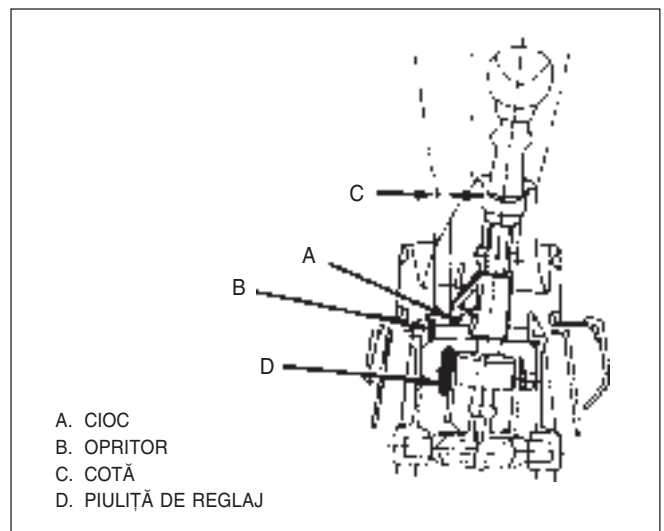

Fig. 13 Reglajul levierului schimbătorului de viteze
- Se rotește tija de c-dă până când se poate introduce în orificiul A un știft de  $\phi$  4,7mm până întră în orificiul corespondent din levierul intermediar (227).
- 5) Se demontează burduful (202) de pe consolă pt a se observa mecanismul comenzi schimbătorului de viteze.
- 6) Se plasează levierul de schimbare a vitezelor (203) în poziția treptelor 1-2, fiind încă la punctul mort.
- a. Cu levierul lângă opritor și săgeata în dreptul semnelui, se strânge șurubul clemei de fixare (210).
- c. După strângerea la cuplu, șurubul (210) se va mai strânge în plus 1/4 până la 1/2 tură.
- 7) Se verifică distanța între ciocul „A” și opritorul „B” (Fig13) cu levierul în punctul mort aceasta trebuind să fie de 3 mm după reglaj.
- 9) Se reglează distanța „C” (Fig13) prin rotirea piuliței de reglaj „D”. Înaintea reglării se vor îndrepta cele 2 cleme de asigurare a piuliței.
- 10) Se montează burduful (202) pe consolă și apoi se centrează consola.